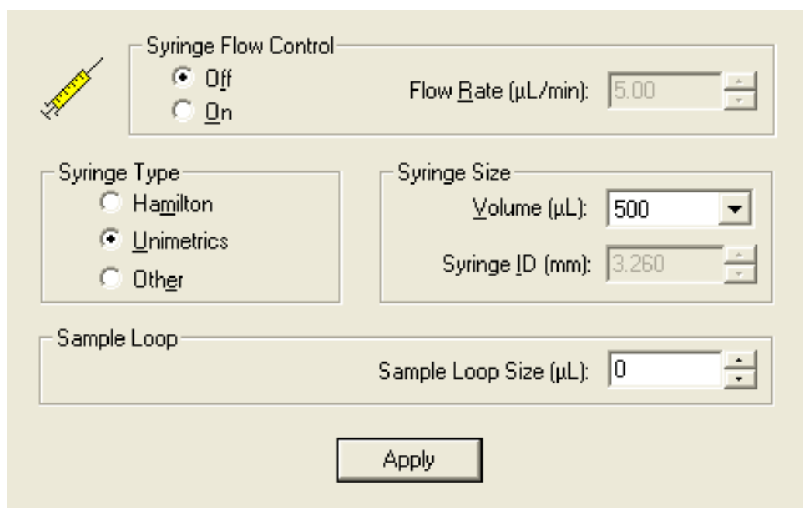

图7-6. 注射泵和样品定量环视图, 图中显示的是定量环自动进样配置
- a. 选择**Setup (设置) > Syringe Pump & Sample Loop (注射泵和定量环)**, 在工作区域右上角显示Syringe Pump and Sample Loop (注射泵和定量环) 视图, 见图7-6。